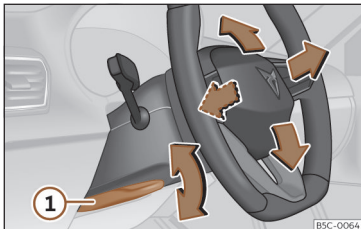

Abb. 72 Hebel auf der linken unteren Seite der Lenksäule.
• Ziehen Sie den Hebel»» **Abb. 72** ① nach unten, bringen Sie das Lenkrad in die gewünschte Position und schieben Sie den Hebel wieder nach oben, bis er seine Verriegelungsposition erreicht.
• Den Hebel»» **Abb. 72** ① nach dem Einstellen immer fest nach oben schwenken, damit das Lenkrad während der Fahrt nicht unbeabsichtigt seine Position verändert.